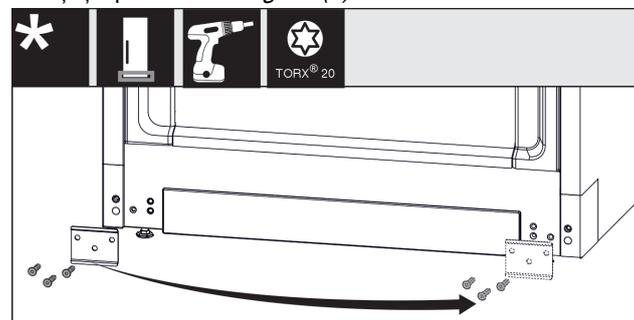

Fig. 24\*
- ▶ Deșurubați placa de tablă, mutați-o pe cealaltă parte și înșurubați-o din nou.\* Fig. 24 (1)